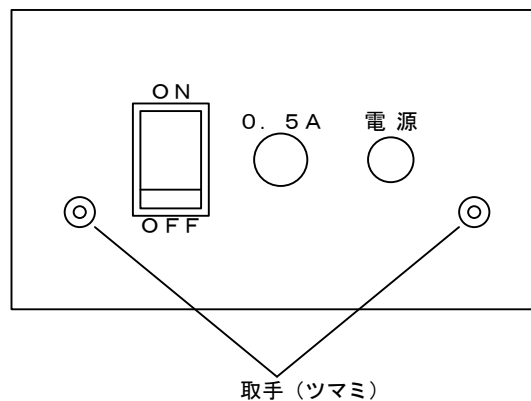

図18. 電源ユニットの取手 (ツマミ)
1. 電源ユニットの取付ネジを外し、図18の取手 (ツマミ) を持って引き抜きます。引き抜くときに左右に軽く振りながら抜くと取り外すことができます。